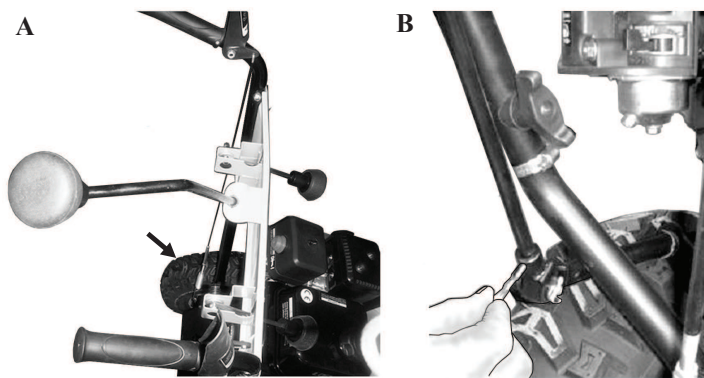

рис. 6
- установите рукоятку поворота желоба в отверстие на планке (рис. 6 А).
- протяните рычаг к стороне шарнира от планки так, чтобы рычаг попал в отверстие шарнира, а затем вставьте шплинт (рис. 6 В).